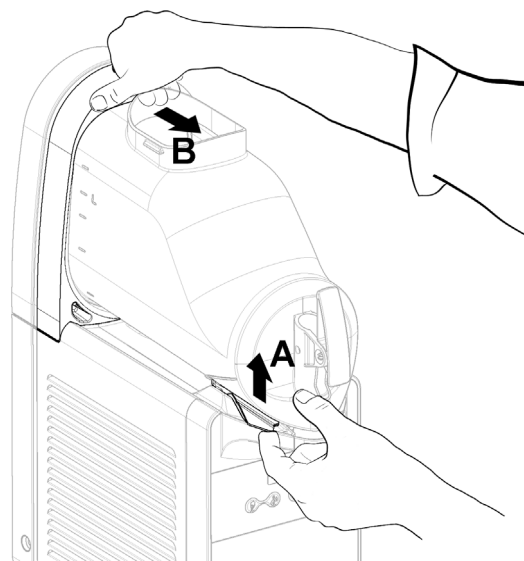
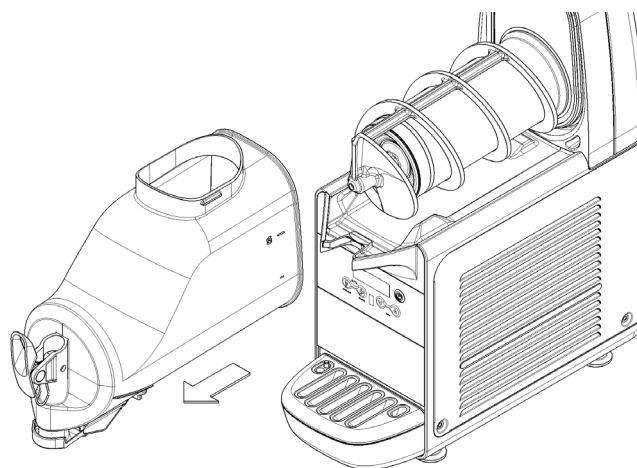

figura 7
figura 8
l'alto l'apposita leva (vedere figura 7) e quindi sfilare il contenitore stesso (vedere figura 8).
- 3** Rimontare il rubinetto sul contenitore con sequenza inversa rispetto a quella di figura 8.